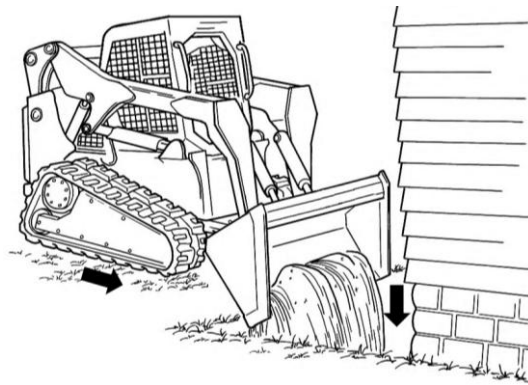

Рисунок 3.76. Засыпка материала
- ▶ Наклонить ковш вперед, как только он пересечет края ямы, см. рис. 3.76.